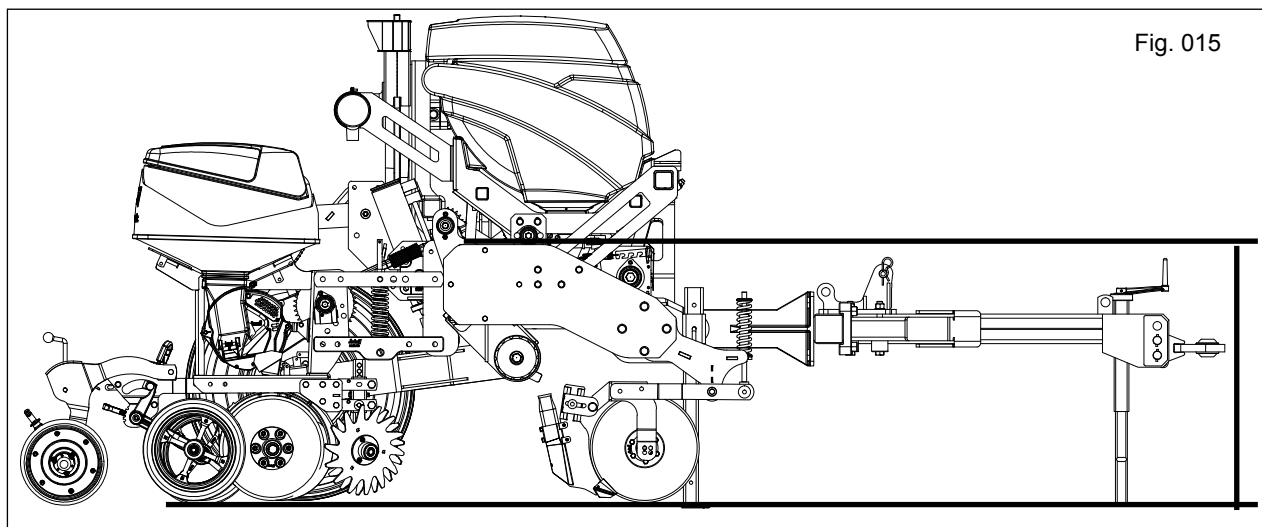
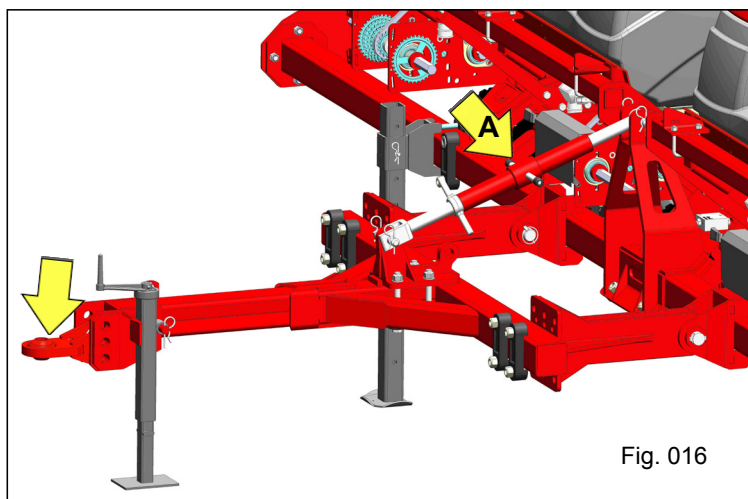

Fig. 015
Fig. 016
b) Através do regulador do cabeçalho (Fig. 016) movimentar o extensor até que a lateral do chassi esteja alinhada em relação ao solo (Fig. 015). Quando estende o comprimento do regulador do cabeçalho, a plantadora tende a inclinar para trás, quando encurta o comprimento do regulador do cabeçalho, a plantadora tende a inclinar para frente.
Ao efetuar o nivelamento do implemento utilize também os recursos de acoplamento do engate com rótula, que pode ser acoplado no cabeçalho na posição superior ou inferior (Fig. 016).